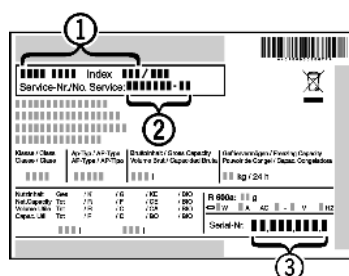

Fig. 20
- ▶ Odczytać z tabliczki znamionowej oznaczenie urządzenia *Fig. 20 (1)*, nr serwisowy *Fig. 20 (2)* oraz numer seryjny *Fig. 20 (3)*. Tabliczka znamionowa znajduje się po lewej stronie wewnątrz urządzenia.
- ▶ Poinformować serwis i podać opis zakłócenia, oznaczenie urządzenia *Fig. 20 (1)*, nr serwisowy *Fig. 20 (2)* oraz numer seryjny *Fig. 20 (3)*.